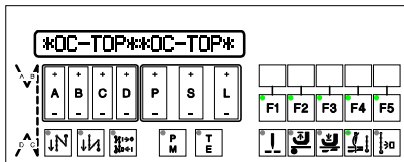

Abb.7.4
**Bedienfeld** OC-TOP (Abb. 7.4 - optional)